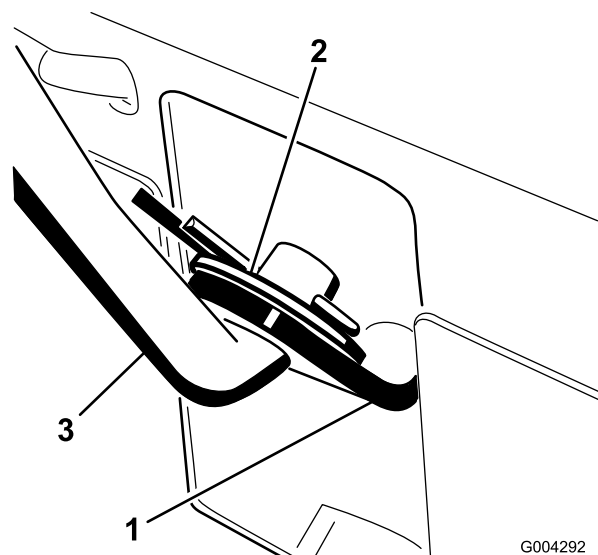

Figure 6
1. Tirez le bras de changement de vitesses (Figure 6) à fond vers l'extérieur.
3. Insérez la tige de changement de vitesses dans le bras, ajoutez une rondelle plate sur la tige et fixez le tout à l'aide d'une goupille fendue (Figure 6).